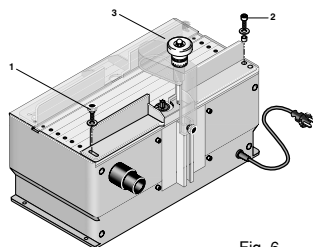

Fig. 6
1. Rändelschraube und Innensechskantschraube 1 und 2 (Fig. 6) komplett herausdrehen und mit den zugehörigen Scheiben und der Buchse entnehmen.